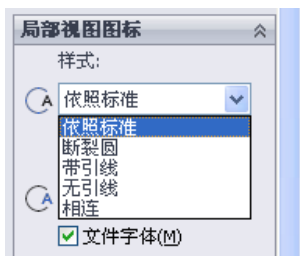
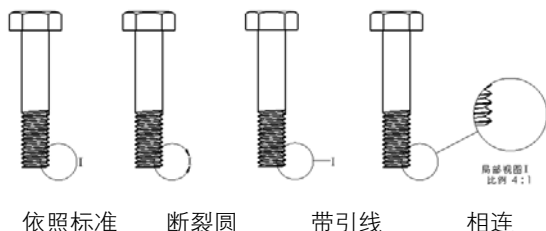

图 9-35 【样式】选项
图 9-36 不同样式的效果
- 样式：可以选择一种样式，如图 9-35 所示，也可以单击【轮廓】（必须在此之前已经绘制好一条封闭的轮廓曲线）或者【圆】单选按钮。各样式效果，如图 9-36 所示。